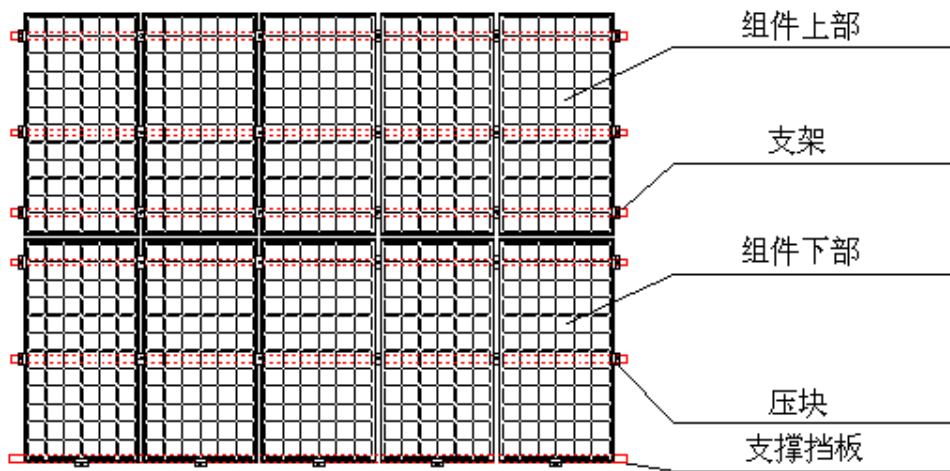

图 2 组件加固安装示意图
- ✚ 对安装区域有较大降雪或积雪记录的屋顶系统，客户应对整个系统的最下端组件边框进行支架加固处理，保证最下端边框免受自上而下的积雪推压破坏，以及白昼融雪结冰对组件的破坏。建议采用图 2 所示的加强支撑机构。